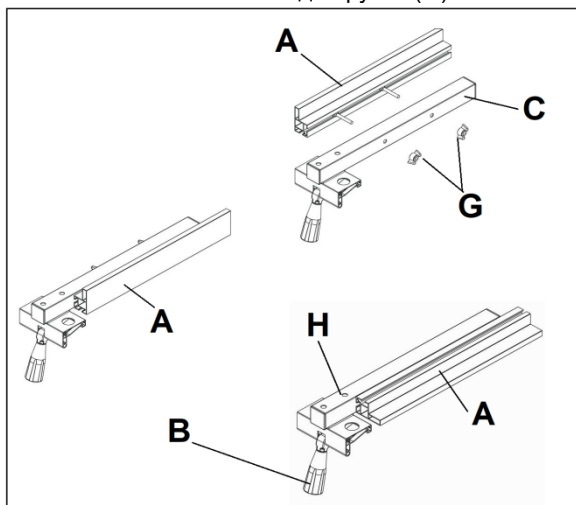

Рисунок 25
- Ослабьте и снимите две ручки (G, Рис. 25).
- Установите на место две ручки (G).
- Установите упор на направляющую (C, Рис. 25).
- Затяните стопорный рычаг (B, Рис. 25), чтобы зафиксировать упор.